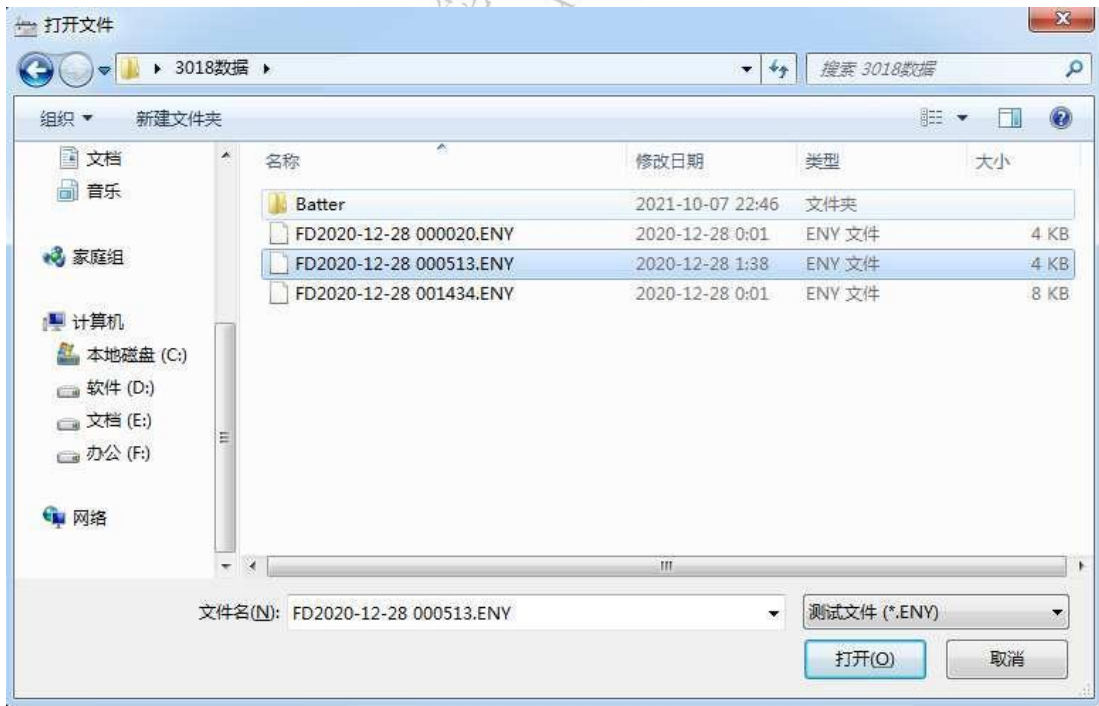

图3.2
3、选择需要解析的数据“打开”，界面上就会显示各种的放电参数曲线，如图3.2所示：